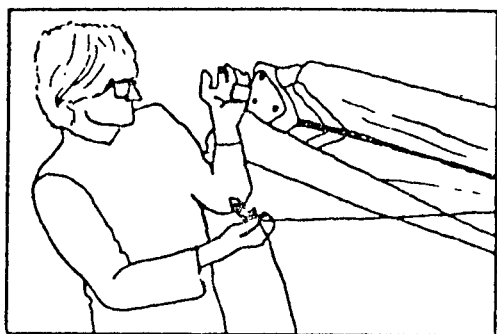

Figure 9
- 4) STELLE DEN GLEITER AUF UND SETZE IHN AUF DAS TRAPEZ. ENTFERNE DEN PACKSACK, ÖFFNE DIE VERSCHLUßBÄNDER UND ROLLE DAS SEGEL AUS (FIGURE 9). BEI MEHR ALS 15 KM/H WIND SOLLTE DER GLEITER CA. 90 GRAD ZUM WIND AUFGEBAUT WERDEN.